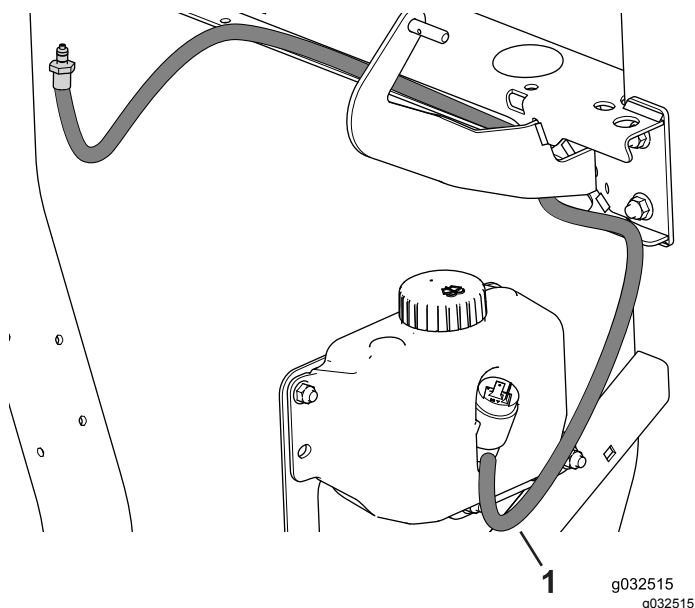

Figura 35
5. Conecte el tubo del lavaparabrisas al depósito del lavaparabrisas, y sujételo al bastidor con bridas (Figura 35).